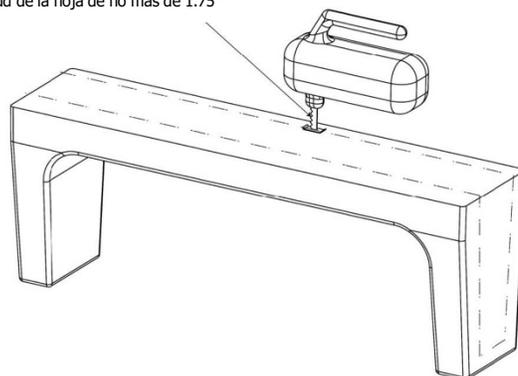

FIGURA 5
7. Corte el Escalón Profundo CleanCut con una sierra caladora para que se ajuste a la abertura recortada de la tina (Figura 5). Sujete las tiras de velcro en ambos lados de la sierra caladora para evitar dejar marcas no deseadas en el Escalón Profundo CleanCut. Es importante usar una cuchilla de **no más de 1.75"** para cortar el Escalón Profundo CleanCut para no cortar accidentalmente la parte superior del Escalón Profundo. Quite el exceso de longitud en la hoja de la sierra caladora que supere 1.75".